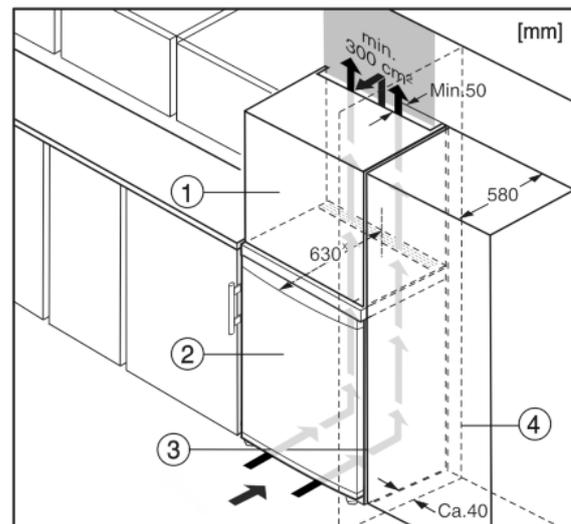

Fig. 8
Das Gerät kann mit Küchenschränken umbaut werden. Um das Gerät Fig. 8 (2) der Küchenzeilenhöhe anzugleichen, kann über dem Gerät ein Aufsatzschrank Fig. 8 (1) angebracht werden.
Beim Umbau mit Küchenschränken (Tiefe max. 580 mm) kann das Gerät direkt neben dem Küchenschrank Fig. 8 (3) aufgestellt werden. Das Gerät steht seitlich 34 mm\* und in der Gerätemitte 50 mm\* gegenüber der Küchenschrankfront vor.
Wenn das Gerät mit den Scharnieren neben einer Wand *Fig. 8 (4)* aufgestellt wird, muss der Abstand zwischen Gerät und Wand mindestens 40 mm betragen. Dies entspricht dem Griffüberstand bei geöffneter Tür.